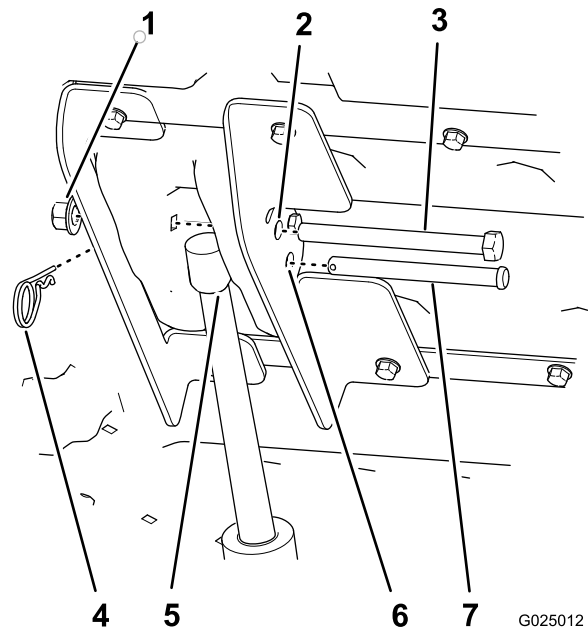

Bild 24
8. Befestigen Sie die Hubaktuatorstange mit dem Lastösenbolzen (3-1/2") und dem Splint an den Hubhalterungen (Bild 24).
10. Stecken Sie die Sechskantschraube ( $1/2'' \times 5-1/2''$ ) durch das verbleibende 12,7 mm große Loch in den inneren und äußeren Hubhalterungen und befestigen sie mit einer Mutter ( $1/2''$ ), bis die Bundmutter bündig ist (Bild 24).